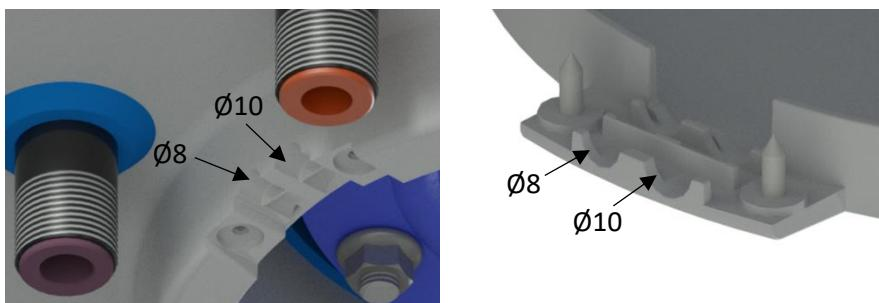
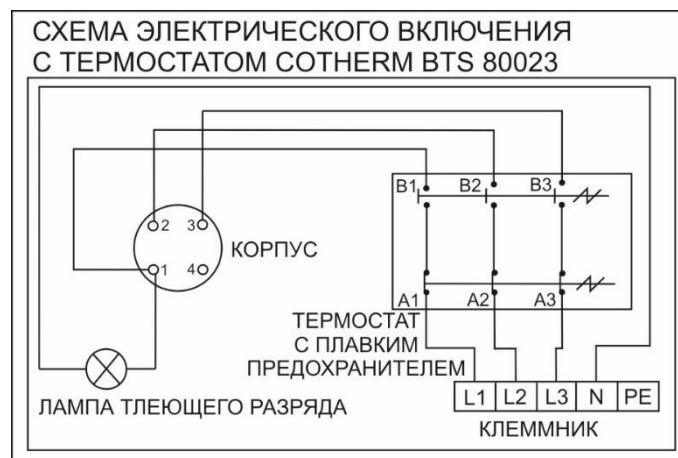

Рисунок 6
Рисунок 7
Подключение выполните согласно схеме. Подключение, выполненное на заводе, запрещено менять! (Рисунок 7). В крышке электропроводки снимите перегородку, соответствующую диаметру подводящего провода  $\varnothing 8$  или  $\varnothing 10$  (Рисунок 6). Степень защиты электрических компонентов водонагревателя - IP 44. Потребляемая мощность электрического нагревательного элемента 4000 Вт.
- Схема эл. подключения прилагается к водонагревателю на крышке электропроводки (ниже, Рисунок 7).